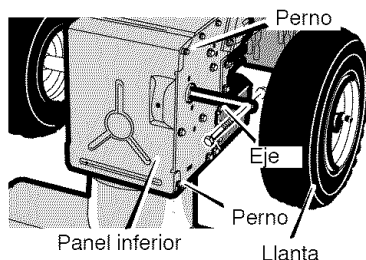

Figura 69
4. Quite los sujetadores que fijan la **llanta derecha**. Quite la **llanta derecha del eje** (Figura 69)
19. Instale el **panel inferior** (Figura 69).